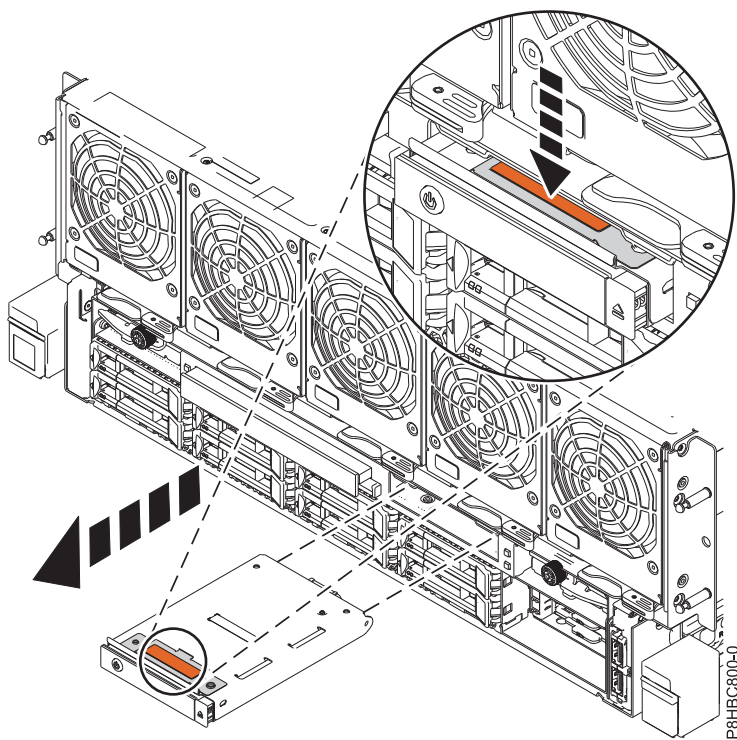

Figura 1. Extracció d'un tauler de control
2. Feu clic a la pestanya de color terracota i, a continuació, desplaçe el tauler de control traient-lo de la ranura, tal com es mostra a la Figura 1 a la pàgina 3.